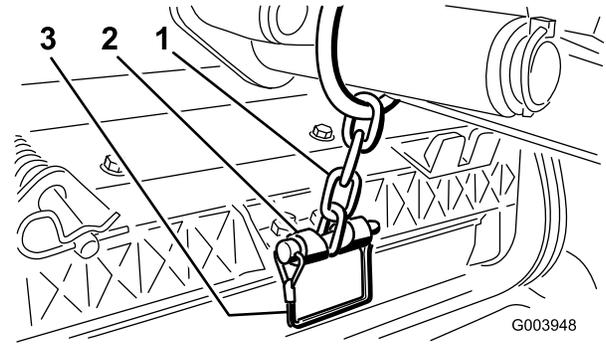

Bild 17
13. Befestigen Sie die Hubarmkette mit dem Einraststift an der Kettenhalterung (Bild 17). Verwenden Sie die Anzahl der Kettenglieder, die in der *Bedienungsanleitung* des Mähwerks beschrieben ist.